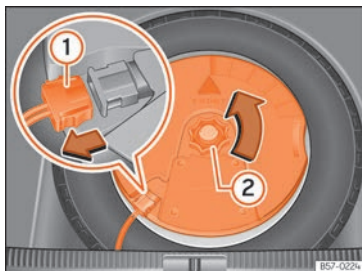

Abb. 311 Im Gepäckraum: Subwoofer ausbauen.
- Klemmen Sie das Subwoofer-Lautsprecher-Kabel ab »» **Abb. 311 ①**.
- Drehen Sie das Befestigungshandrad entgegen dem Uhrzeigersinn heraus »» **Abb. 311 ②**.